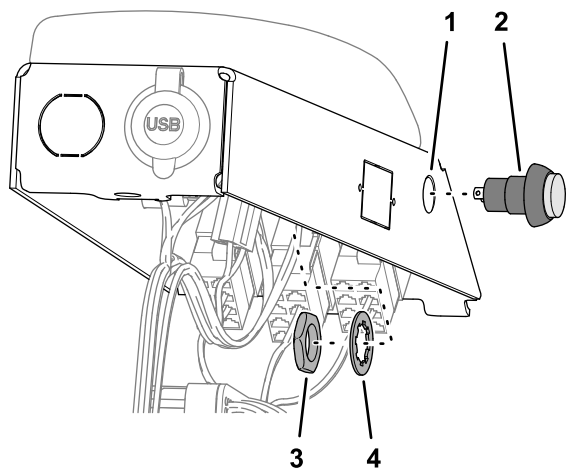

図 105
1. プッシュボタンスイッチをアームパネルの穴に挿入します (図 105)。
2. スイッチに付属のロックワッシャーとジャムナットを使って、スイッチをパネルに固定します (図 105)。